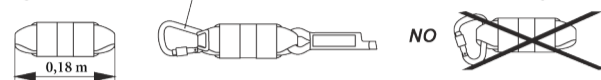

Fig.2
- Befestigung des Verbindungsmittels (EN354) - Die maximale Länge von Verbindungsmittel, Falldämpfer une Verbindern darf maximal 2m betragen (Fig.2).